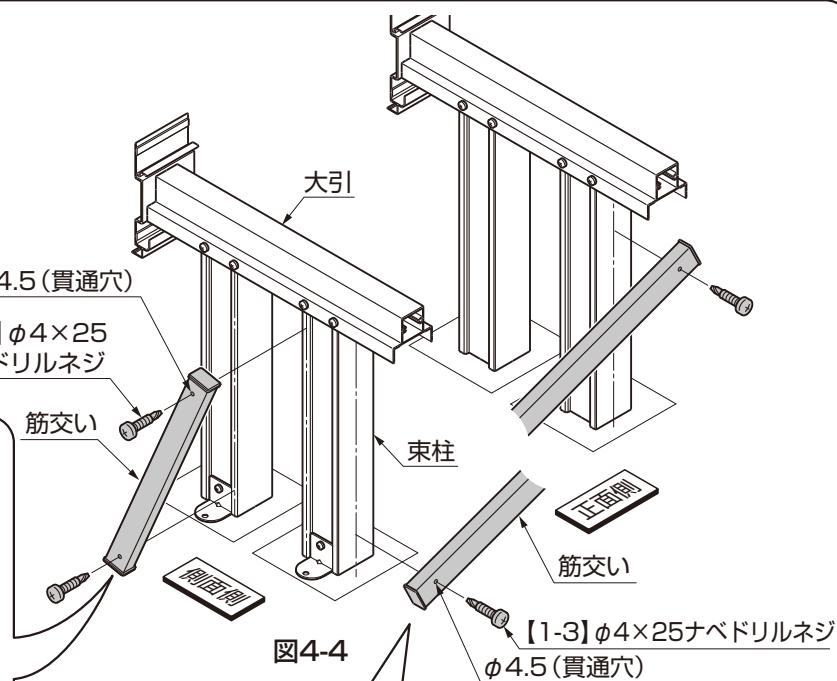

図4-4
- ③筋交いに $\phi 4.5$ の穴を開けてください。(図4-4参照)
- ④筋交いを束柱に【1-3】で固定してください。(図4-4参照)